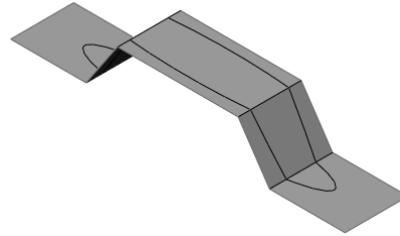

图 6-5 生成投影分割线
- [5] 单击【确定】按钮 \checkmark ，生成投影分割线，如图 6-5 所示。